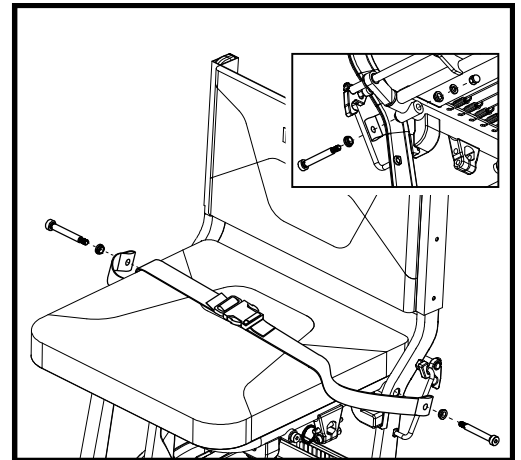

Figura 16. Pernos de la correa de posicionamiento
1. Retire los pernos con resalte, las tuercas almenadas y las arandelas que sujetan la base del asiento. **Ver figura 16**.
2. Enganche los cinturones de seguridad en la carcasa del perno de hombro. **Ver figura 16**.